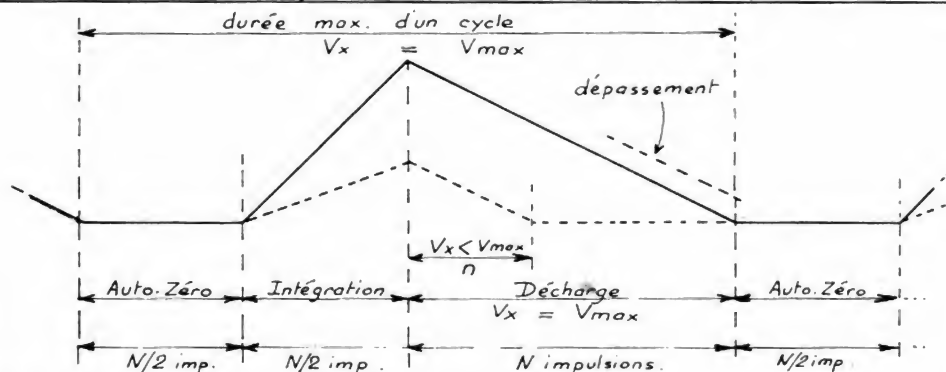

Fig. 6. — Double rampe avec phase d'auto-zéro.
- Un système d'auto-zéro a été ajouté de manière que le convertisseur indique bien 0 lorsque la tension d'entrée est nulle. Pour assurer le fonctionnement de cette correction, une phase supplémentaire a été ajoutée. Elle précède la phase d'intégration de la tension V_x et dure le même temps que celle-ci : 10 000 impulsions d'horloge, pour les « 20 000 points », 1 000 seulement pour les « 2 000 points » (voir fig. 6).